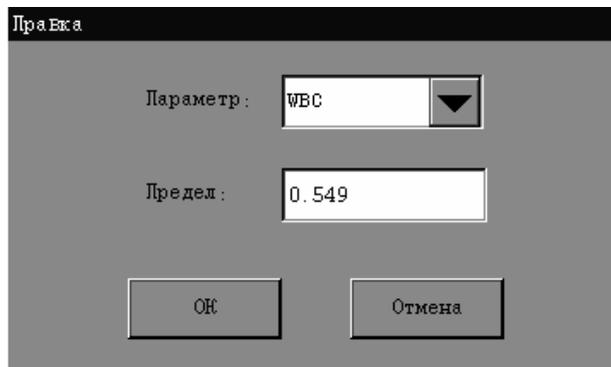

Рисунок 7-19 Диалоговое окно редактирования
1. **НАЖМИТЕ** кнопку «*Правка*» на экране «*Тренд*». Откроется диалоговое окно (Рисунок 7-19).